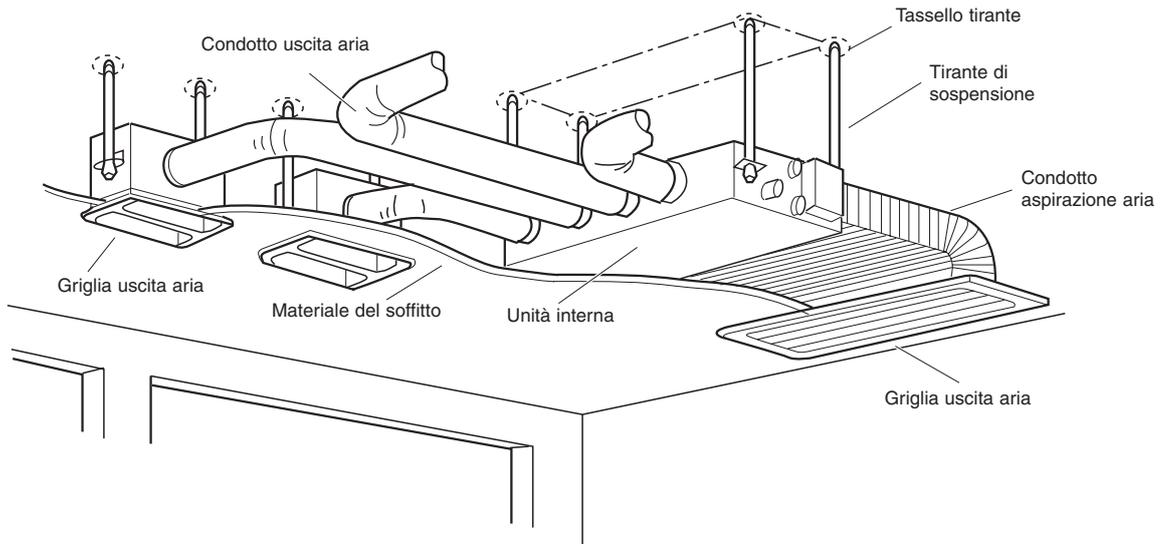

Fig. 3-62
- La fig. 3-62 mostra un esempio di installazione.